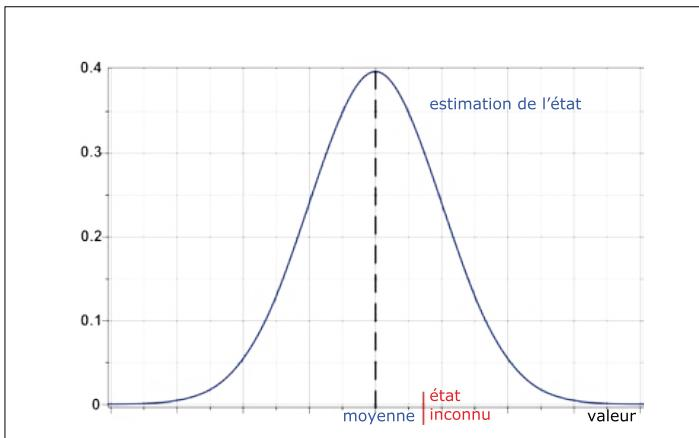

Figure 6. Fonction de densité de probabilité de type gaussien.
1. Utiliser le modèle du système, ainsi que les commandes produites à un instant t , pour prédire l'état du système à $t + dt$. La prédition estime aussi comment l'incertitude courante sur l'état du système évolue en fonction de l'incertitude sur le modèle lui-même. Toutes les incertitudes d'un filtre de Kalman font l'objet d'approximations de Gauss. Pour un système qui ne contient qu'un seul état, la classique courbe de Gauss est représentée à la **figure 6**. Dans les autres cas, cela devient une courbe multi-gaussienne à plusieurs dimensions.